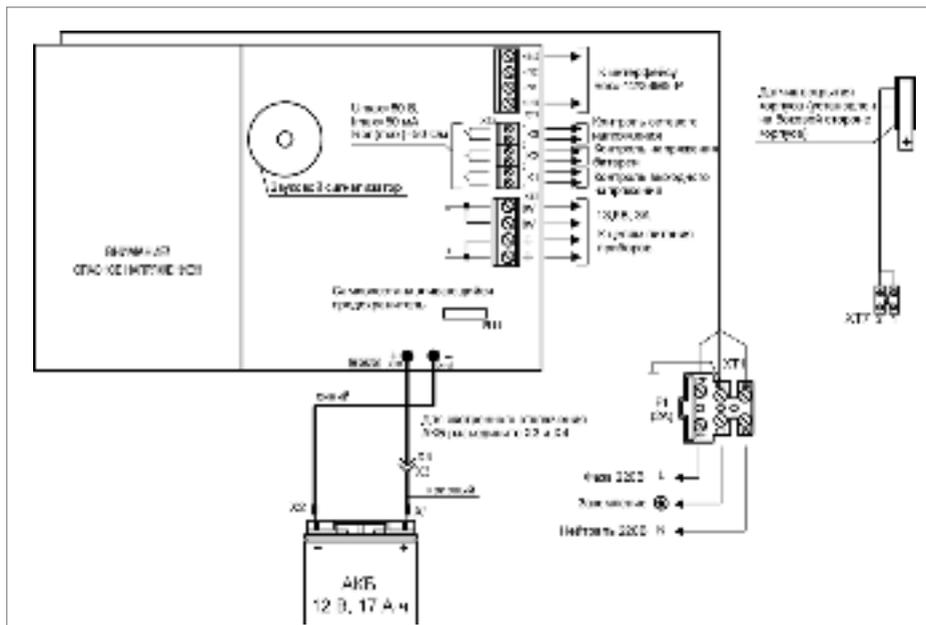

Рисунок 4. Схема подключения РИП-12 исп.15 (РИП-12-З/17М1-Р)
1.6. Схемы подключения РИП-12 исп.15 (РИП-12-3/17М1-Р) и РИП-12-3/17П1-Р (РИП-12 исп.15) приведены на рис. 4 и 5 соответственно.
- 1.13. Проверьте правильность произведённого монтажа в соответствии со схемой подключения (рис. 4 и 5).
- 2.10. Отключите аккумуляторную батарею от платы РИП, отсоединив контакты Х1, Х2 от клемм АКБ (см. рис. 4 и 5).